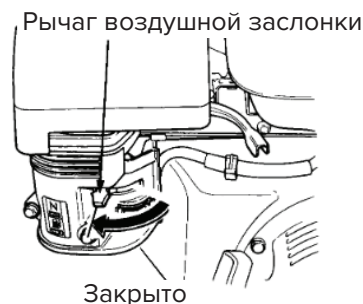

Рис. 9. Рычаг воздушной заслонки (закрыто)
3. Установите рычаг воздушной заслонки (см. рис. 9) в положение ЗАКРЫТО при запуске холодного двигателя.